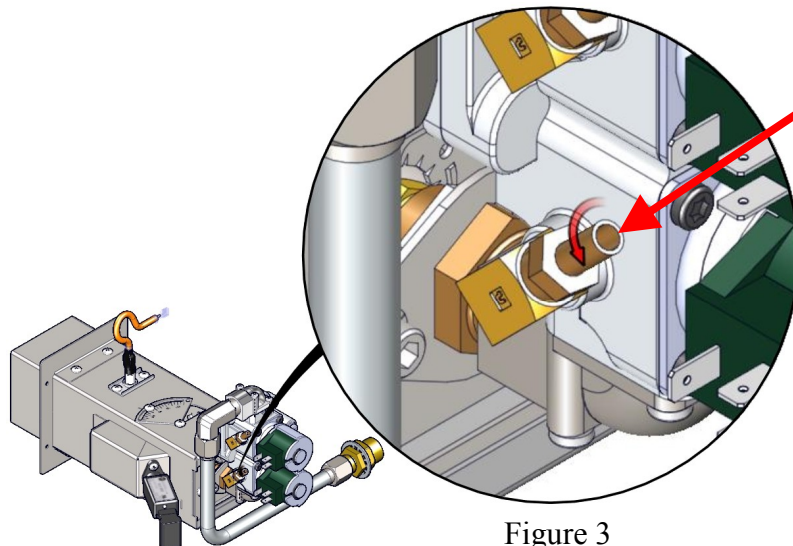

Figure 3
- Desserrer la vis de réglage 1 tour complet dans le sens antihoraire (Figure 3)